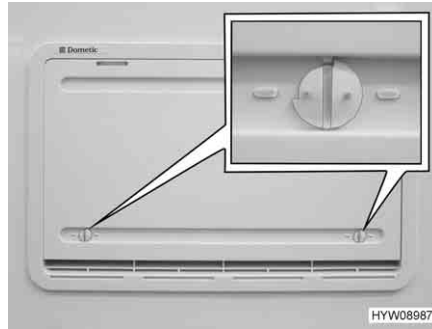

Bild 193 Vinterskydd
När kylskåpet ska vara i drift vid låga utetemperaturer, rekommenderar tillverkaren användning av ett vinterskydd (Bild 193) för kylskåpets ventilationsgaller.
- Öppna båda lås (Bild 193) (noten står horisontellt).